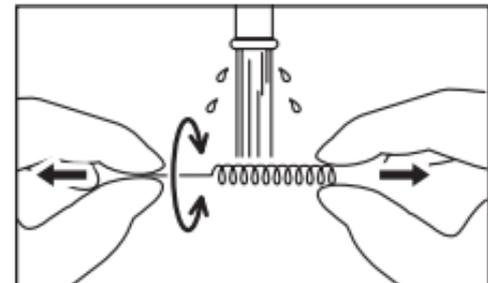

Fig. 23
- 2) Après avoir utilisé le fil de nettoyage, nettoyez le fil en tirant sur les deux extrémités avec les doigts tout en faisant couler de l'eau tout autour du fil pendant 15 secondes ou plus (Fig. 23).